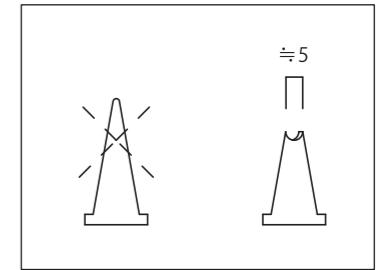

図6 接着剤ノズル先端加工方法
⑤接着剤の塗布 (P.6「Belle K-CAL接着要領」図6参照)
⑥両面テープの剥離紙除去
⑦Belleパネルの取り付け